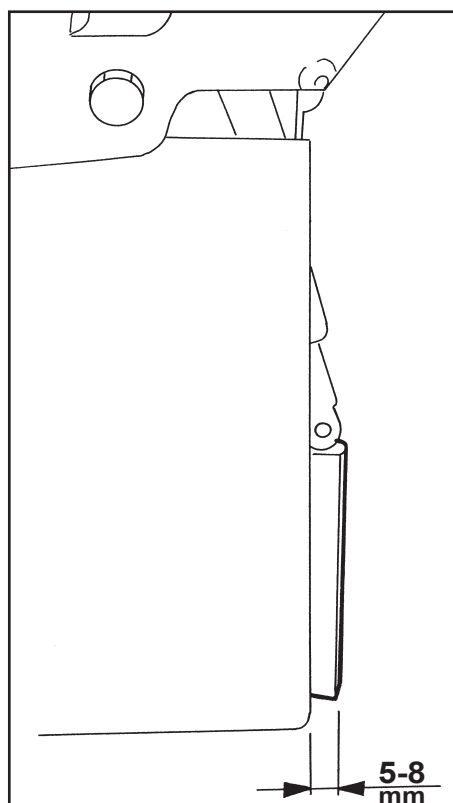

Fig. 1
Per un corretto lavoro, il martelletto espulsore deve fuoriuscire dal vomere di **5-8 mm** come indicato in **Fig. 1**. Per modificare tale misura, agire sulla testa a snodo (A) allentando il dado (B), svitare il bullone (C) e ruotare l'occhiello in senso antiorario per aumentare la distanza, ruotarlo in senso orario per diminuirla, dopo l'operazione rimettere il bullone (C) e stringere il dado (B).
For a correct work, the expeller hammer must protrude **5-8 mm** from the plough, as indicated in **Fig. 1**. To modify this measurement, act on the rod (A) by loosening the nut (B), loosen the bolt (C) and rotate the slot clockwise to increase the distance or anti-clockwise to reduce it, after the operation, put the bolt back (C) and tighten the nut (B).
Pour un travail correct, le marteau éjecteur doit sortir du soc de **5-8 mm** comme l'indique la **Fig. 1**. Pour modifier cette mesure, agir sur la tête articulée **(A)** en desserrant l'écrou **(B)**, dévisser le boulon **(C)** et tourner l'anneau dans le sens inverse des aiguilles d'une montre pour augmenter la distance, le tourner dans le sens des aiguilles d'une montre pour la diminuer, après cette opération, remettre le boulon **(C)** et serrer l'écrou **(B)**.
Para un trabajo correcto, el martillo expulsor debe sobresalir de la reja **5-8 mm** como se indica en **Fig. 1**. Para modificar esta medida, accione el cabezal de articulación **(A)** aflojando la tuerca **(B)**, desatornille el perno **(C)** y gire la anilla en sentido contrario a las agujas del reloj para aumentar la distancia, gírela en sentido horario para disminuirla, una vez finalizada la operación vuelva a colocar el perno **(C)** y apriete la tuerca **(B)**.